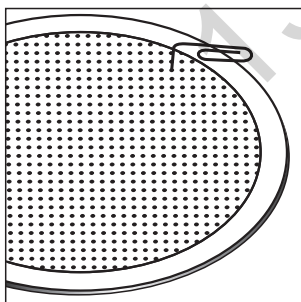

FIGURE 6
1. Separate the parts of the speaker. If the speaker is not yet installed, the grille can be removed simply by pushing the clamp screws forward to push the grille off the speaker from the inside. If the speaker is already in the wall, carefully hook the grille with a bent paper clip and pull it gently away from the frame [figure 6].
1. Séparez les diverses parties du haut-parleur. Si le haut-parleur n'est pas encore installé, la grille peut être retirée en poussant sur les vis des crampons pour éloigner la grille du haut-parleur depuis l'intérieur. Si le haut-parleur est déjà installé, retirez la grille du cadre en la soulevant délicatement à l'aide d'un trombone [figure 6].